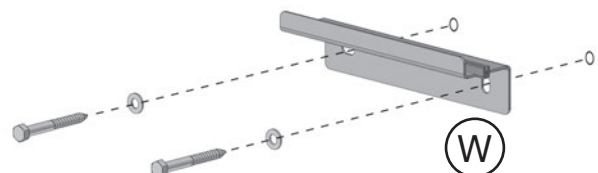

Abb. 4.4: Wandwinkel an Wand befestigen
7. Wandwinkel (W) aus der Unterschale (U) nehmen und mit zwei Schrauben M8x70 sowie Unterlegscheiben (mitgeliefert) an Wand befestigen (Abb. 4.4).